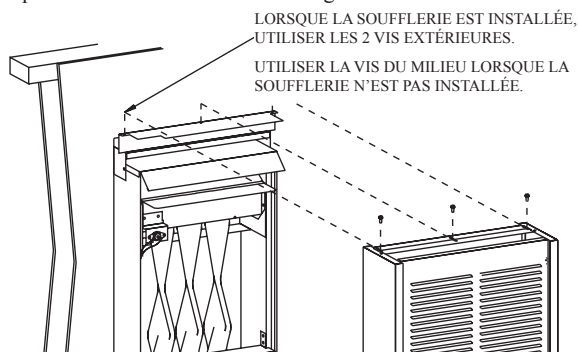

Figure 11
9. Attacher la paroi extérieure au collecteur. Attention: Le trou du milieu ne servira pas. Les deux trous libres extérieurs seront utilisés pour attacher la paroi extérieure au collecteur, (1) vis de l'Étape 4 et (1) vis du paquet de quincaillerie. Référez-vous à la Figure 11.